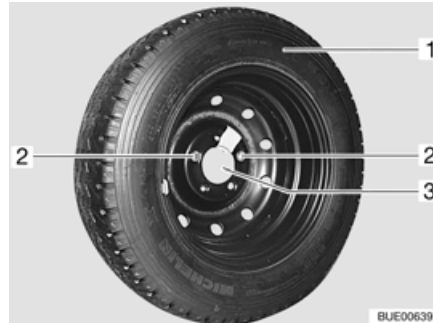

Fig. 229 Supporto per la ruota di scorta nel garage di coda
- Svitare e rimuovere entrambe le viti di fissaggio (Fig. 229,2) con la dotazione attrezzi.
- Rimuovere la ruota di scorta (Fig. 229,1) dal supporto (Fig. 229,3).